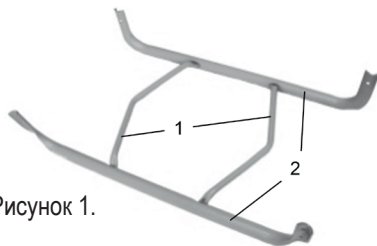

Рисунок 1.
**Соберите раму** изделия (Рисунок 1), вставив перекладины (1) лапками вниз в пазы опор (2).